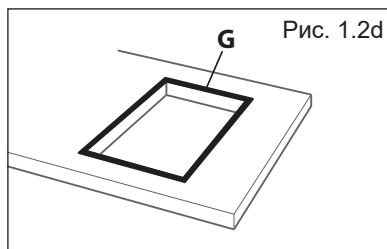

Рис. 1.2d
- Модели на рис. 1.1, 1.2, 1.3, 1.5, 1.9, 1.10, 1.10 на стр. 25, 26: растянуть прокладку “G” по краю отверстия, осторожно накладывая края соединения (рис. 1.2d или 1.2e).